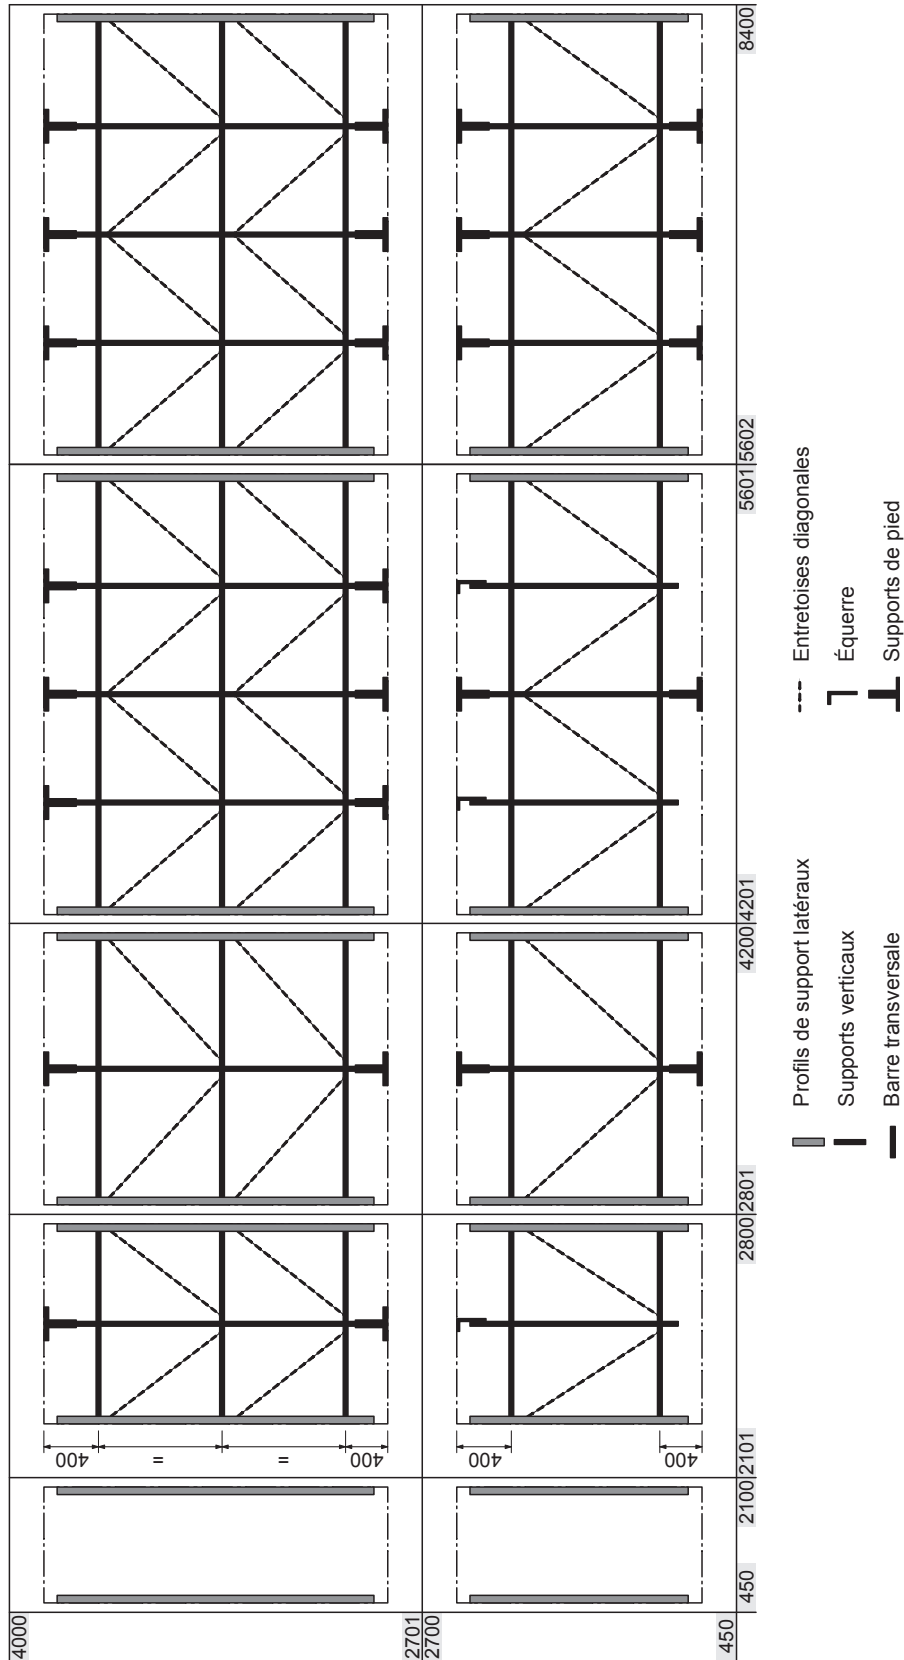

Fig. 4: Aperçu des constructions-cadre de l'unité de posthumidification (dimensions de l'intérieur du conduit en mm)
Important : dans le cas de systèmes ayant une largeur >2800 mm, certains – voire tous les – supports verticaux de l'unité de posthumidification sont fixés au plafond et au plancher du conduit à l'aide de pieds d'appui spéciaux (voir Fig. 4). Dans le cas de systèmes ayant une largeur >4500mm, le support vertical de l'unité de buses est fixé en plus au plancher du conduit à l'aide d'un pied d'appui (voir Fig. 24). Veillez à ce que les surfaces de montage sur lesquelles sont fixés les pieds d'appui au plancher (ou dans le bac) et au plafond du conduit soient renforcées par des traverses.
8. Montage des entretoises diagonales (voir aussi aperçu des constructions-cadre au Fig. 4) :